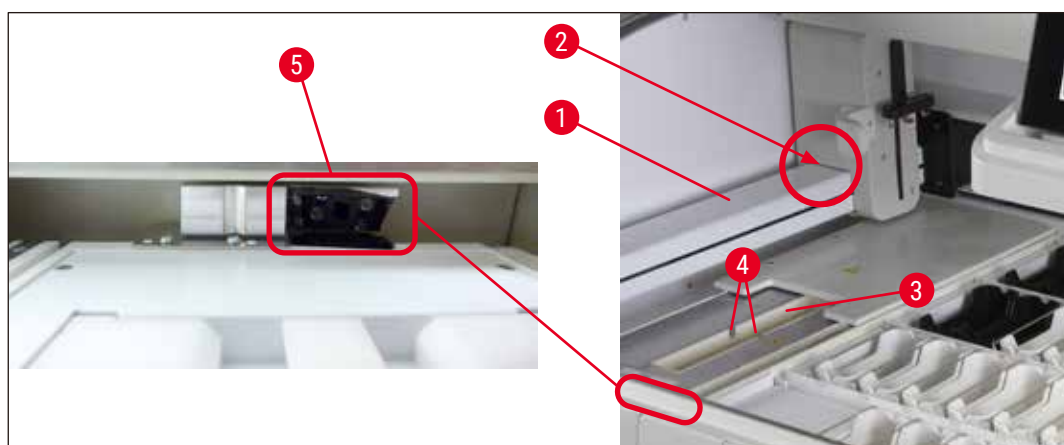

図95
- オプションのバーコードリーダーを使用する場合、スライドラックからの摩耗片がスライドカウンタ（→「図95」）とその周辺に集まる可能性があります。したがって、このような場所は、毎日の装置のセットアップ時に注意深く点検し、必要であればバキュームクリーナーを用いてクリーニングします。クロスによるクリーニングは、装置の他の重要な部分に粒子が広がるおそれがあるため、お勧めしません。